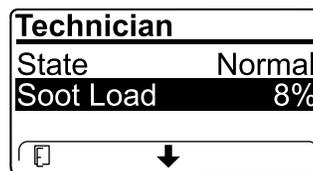

Рисунок 37
- Посмотрите объем сажи, измеряемый в виде процентов в DPF (Рисунок 37); см. таблицу объема сажи.